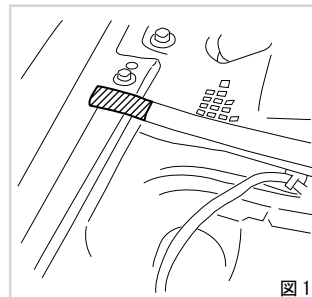

図1
- ① エクステンション(アルミ製)とボールジョイント(オネジ、メネジ)をダンパー本体に取付ける。
- ② ボンネットを開けて、ストッパーで固定する。
- ③ 図1斜線部のウェザーストリップを切り取る。